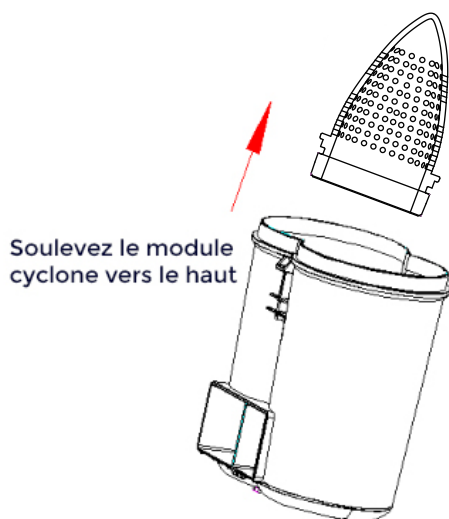

Fig.3
1. Retirer le cyclone en le tirant vers le haut (Fig. 3).